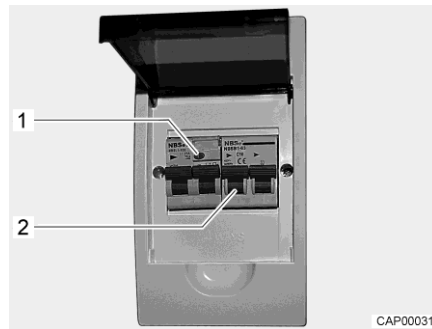

Bild 77 230 V-säkringslåda med ledningsskyddsbrytare och FI-brytare
En jordfelsbrytare (FI-brytare) i säkringslådan skyddar hela fordonet mot läckström (0,03 A). Den efterkopplade ledningsskyddsbrytaren (10 A) (Bild 77,2) säkrar 230 V-nätet.
- När fordonet är anslutet till 230 V-försörjningen: Tryck på kontrollknappen (Bild 77,1). Jordfelsbrytaren måste lösa ut.